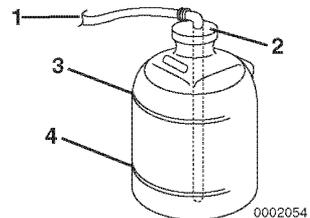

Abbildung 8
5. Deckel des Kühlmittel-Ausgleichsbehälters (Abbildung 8, (2)) entfernen und Kühlmittelmischung bis zur unteren Markierung (Abbildung 8, (4)) nachfüllen. Deckel wieder aufsetzen. Niemals bis zur oberen Markierung (Abbildung 8, (3)).
6. Gummischlauch (Abbildung 8, (1)) zwischen Kühlmittel-Ausgleichsbehälter und Wärmetauscher prüfen. Darauf achten, dass der Schlauch sicher befestigt ist, nicht lose sitzt und keine Schäden aufweist.